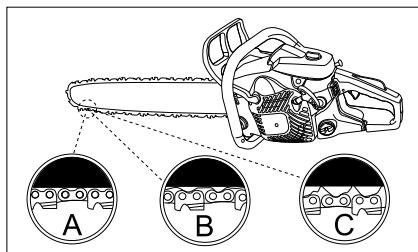

Рис. 10
Рассмотрите рис. 10, где показано правильное натяжение при холодной цепи (A), теплой цепи (B), а также цепи, натяжение которой необходимо отрегулировать (C).